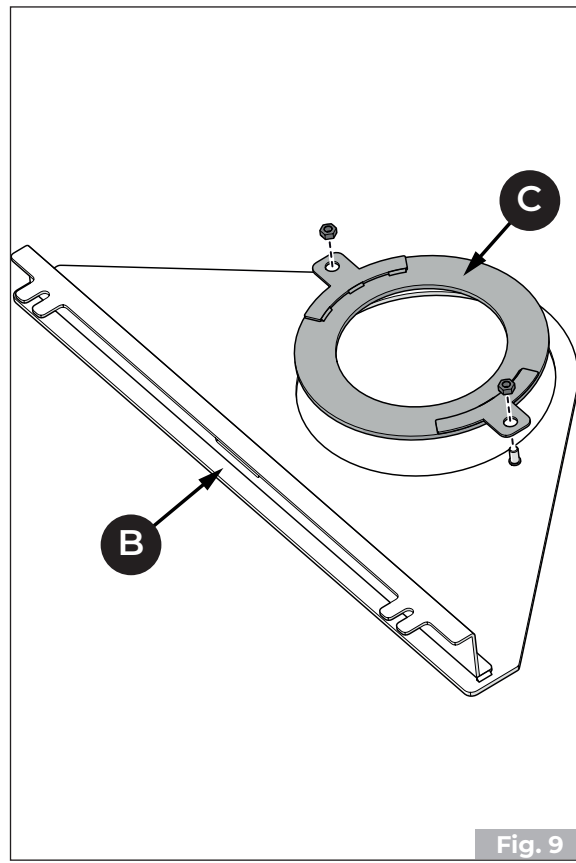

Fig. 9
- Okrenite gornji dio **(B)** i uklonite potporu **(C)** (**Fig. 9**)